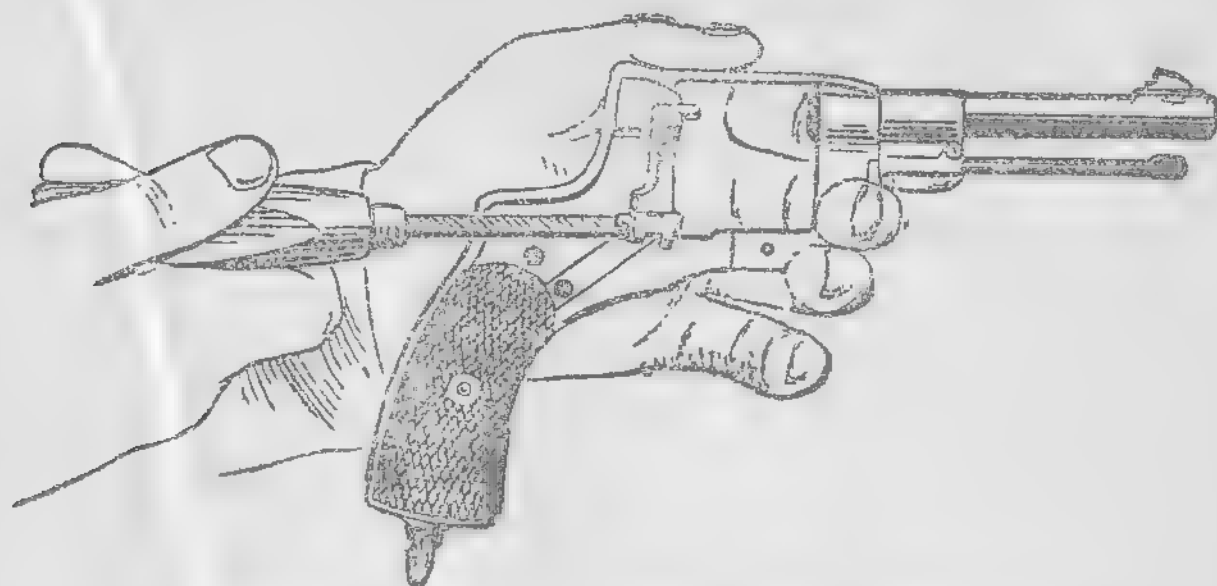

Рис. 40. Как отвинтить винт дверцы.
15) **отделить дверцу и ее пружину:** отвинтить винт пружины дверцы; отвинтить и вынуть винт дверцы (рис. 40); вынуть дверцу и ее пружину;